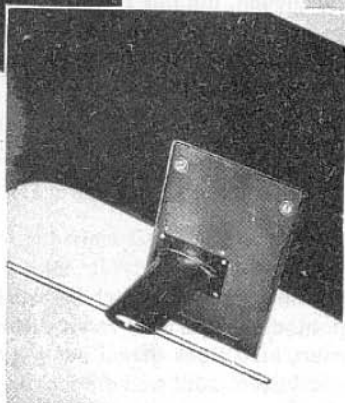

Bild 10:
- e. Gerät mit der Unterseite seiner Blechplatte auf die Innenseite des Gehäusedeckels derart aufsetzen, daß seine Messerleiste entgegen dem Scharnier zu liegen kommt. Dabei wird die Blechplatte unter die beiden roten Greifer des Gehäusedeckels geschoben und beachtet, daß der rechteckige Preßstoffansatz am Fuß des Antennenmastes genau die Aussparung der zurückgeschlagenen Deckelklappe ausfüllt. Festschrauben der Blechplatte auf dem Gehäusedeckel durch Anziehen der beiden rot gekennzeichneten kleinen Schrauben. Nachprüfen, ob das Gerät fest auf dem Gehäusedeckel sitzt (Bild 10).